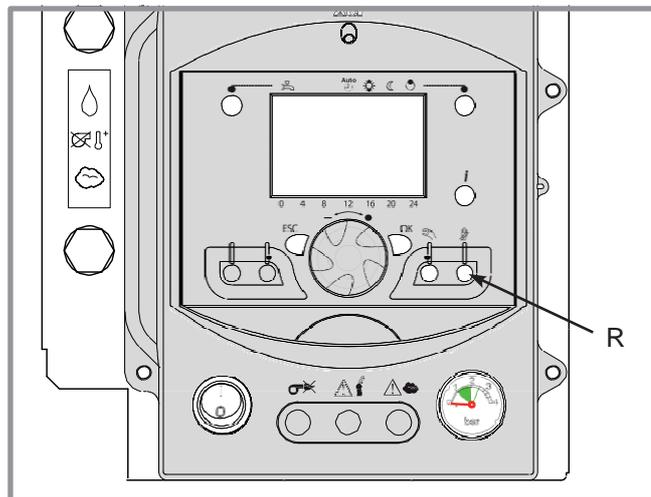

Figura 34 - Quadro di comando e regolazione
- Attivare la funzione "spazzacamino" (premere: rif. **R** figura 34)
- Dopo la taratura del bruciatore, disabilitare la funzione "spazzacamino" (premere: rif. **R** figura 34)